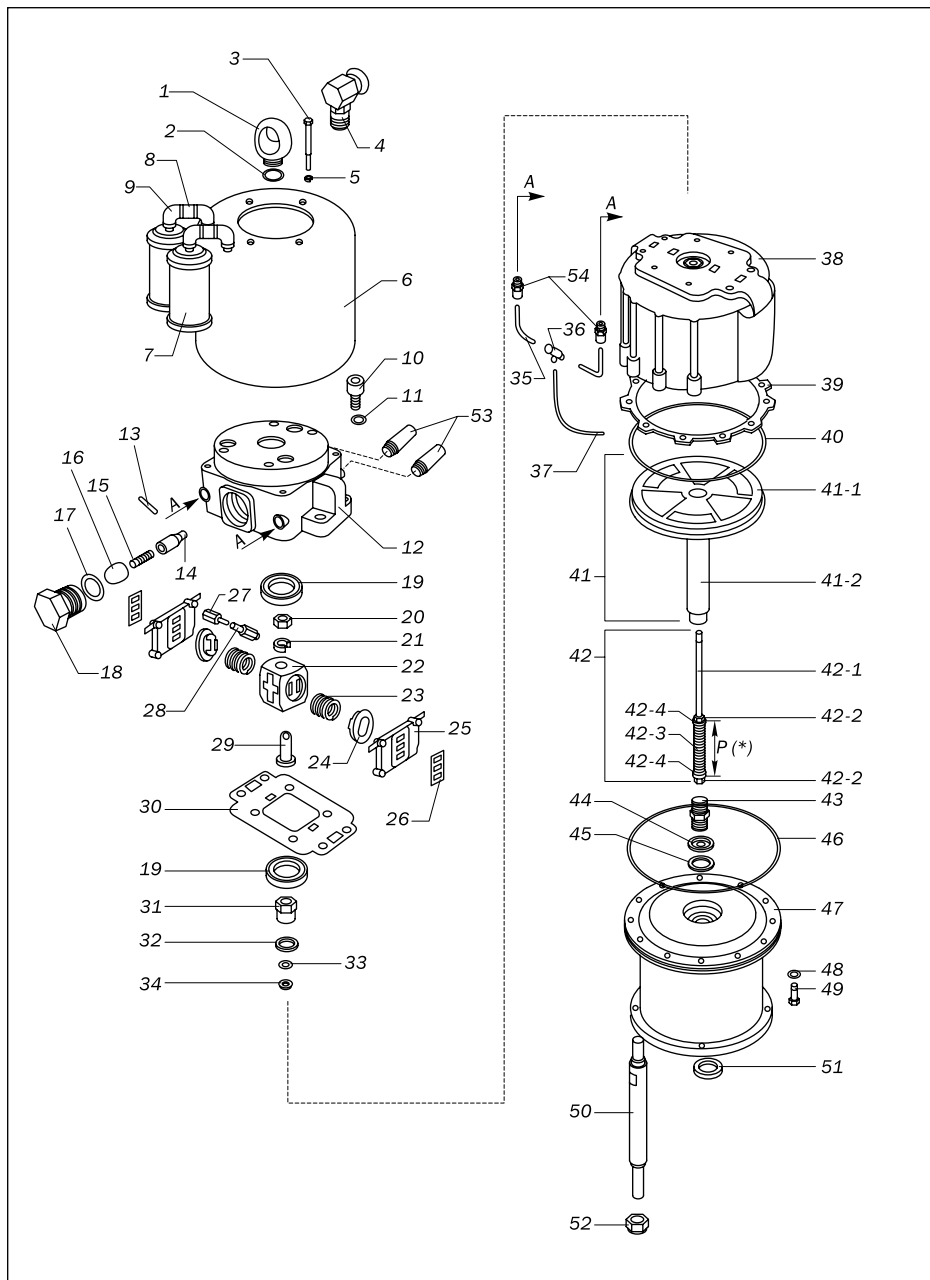

Рис. 9.1.1. Устройство мотора окрасочного аппарата.
См. рис. 9.1.1.
1. Отсоединить от штуцера 4 воздушный рукав (рис. 9.1.1).
4. Отвернуть рым-болт 1, уплотнительное кольцо 2, штуцер 4 и глушители 7–9 (рис. 9.1.1).